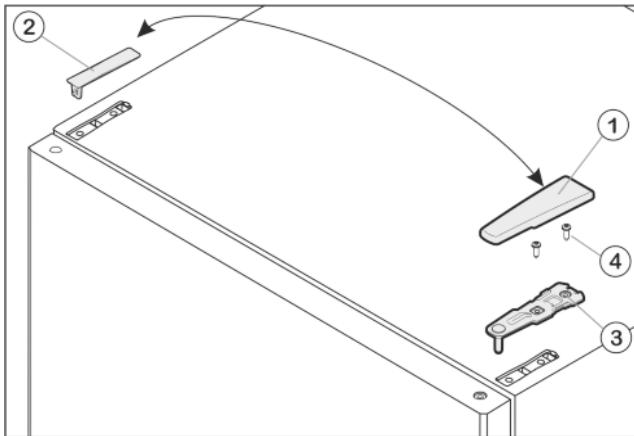

Fig. 6
- Потяните крышку Fig. 6 (1) вперед и вверх.
- Снимите крышку Fig. 6 (2).
- Открутите верхний опорный кронштейн Fig. 6 (3)(2 шт. Torx® 25) Fig. 6 (4) и вытяните вверх.
- Установите верхний опорный кронштейн Fig. 6 (3) на новой стороне шарнира и защелкните в дверце.
- Привинтите верхний опорный кронштейн (**с моментом 4 Нм**)(2 шт. Torx® 25) Fig. 6 (4). При необходимости проделайте отверстия или используйте аккумуляторную отвертку.
- Наденьте и защелкните крышку Fig. 6 (1) и крышку Fig. 6 (2) на противоположной стороне снаружи.